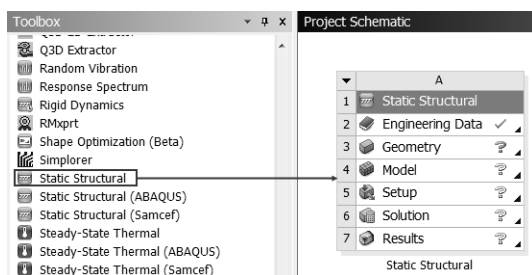

图 16-16 创建分析项目 A
Step2：双击主界面 Toolbox（工具箱）中的 Analysis Systems Static Structural（静态结构分析）选项，即可在 Project Schematic（项目管理区）创建分析项目 A，如图 16-16 所示。